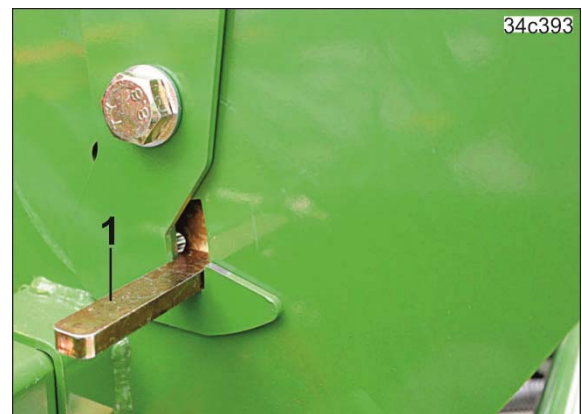

Fig. 149
2. Relever le levier (Fig. 149/1),